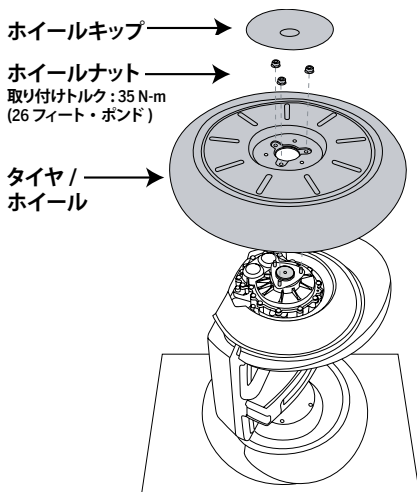
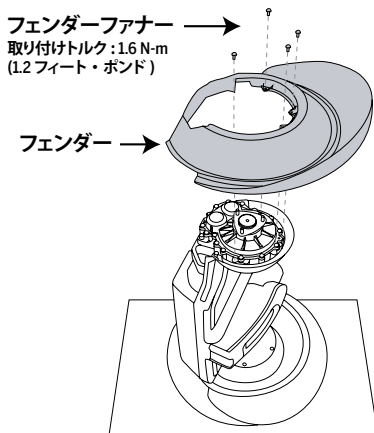

図 1. タイヤ / ホイル アセンブリの取り外しと取り付け
図 2. フェンダーの取り外しと取り付け
2. 取り外す方のホイールが上になるようにセグウェイ PT を横に倒し、きれいで滑らかな面に他方のホイールを平らに寝かせます。図 1 を参照してください。
4. ホイルが回転しないように押さえて、13mm ソケットレンチを使って、(3) 本のホイルナットを外します。ホイルを取り付けなおすときに、この (3) 本のホイルナットが必要になります。
6. フェンダーを外すには、T20 シックスローブレンチを使って、フェンダーをギアボックスに固定している (4) 本のファスナーを外します。フェンダーを持ち上げて外します。図 2 を参照してください。
7. 新しいフェンダーを取り付けるには、新しいフェンダーをギアボックスの穴に揃えます。図 2 を参照してください。
8. (4) 本の 11mm 長ファスナー (本キットに付属) をフェンダーを通して、ギアボックスへと通します。T20 シックスローブレンチを使って、1.6 N·m (1.2 フィート・ポンド) のトルクに締めます。
9. ホイルを元に戻すには、タイヤ / ホイルアセンブリを 3 本の溝つきポストに通します。図 1 を参照してください。
10. 回転しないようにホイールを押さえ、(3) 本のホイールナットを締めます。13mm ソケットレンチを使って、35 N-m (26 フィート・ポンド) のトルクに締めます。